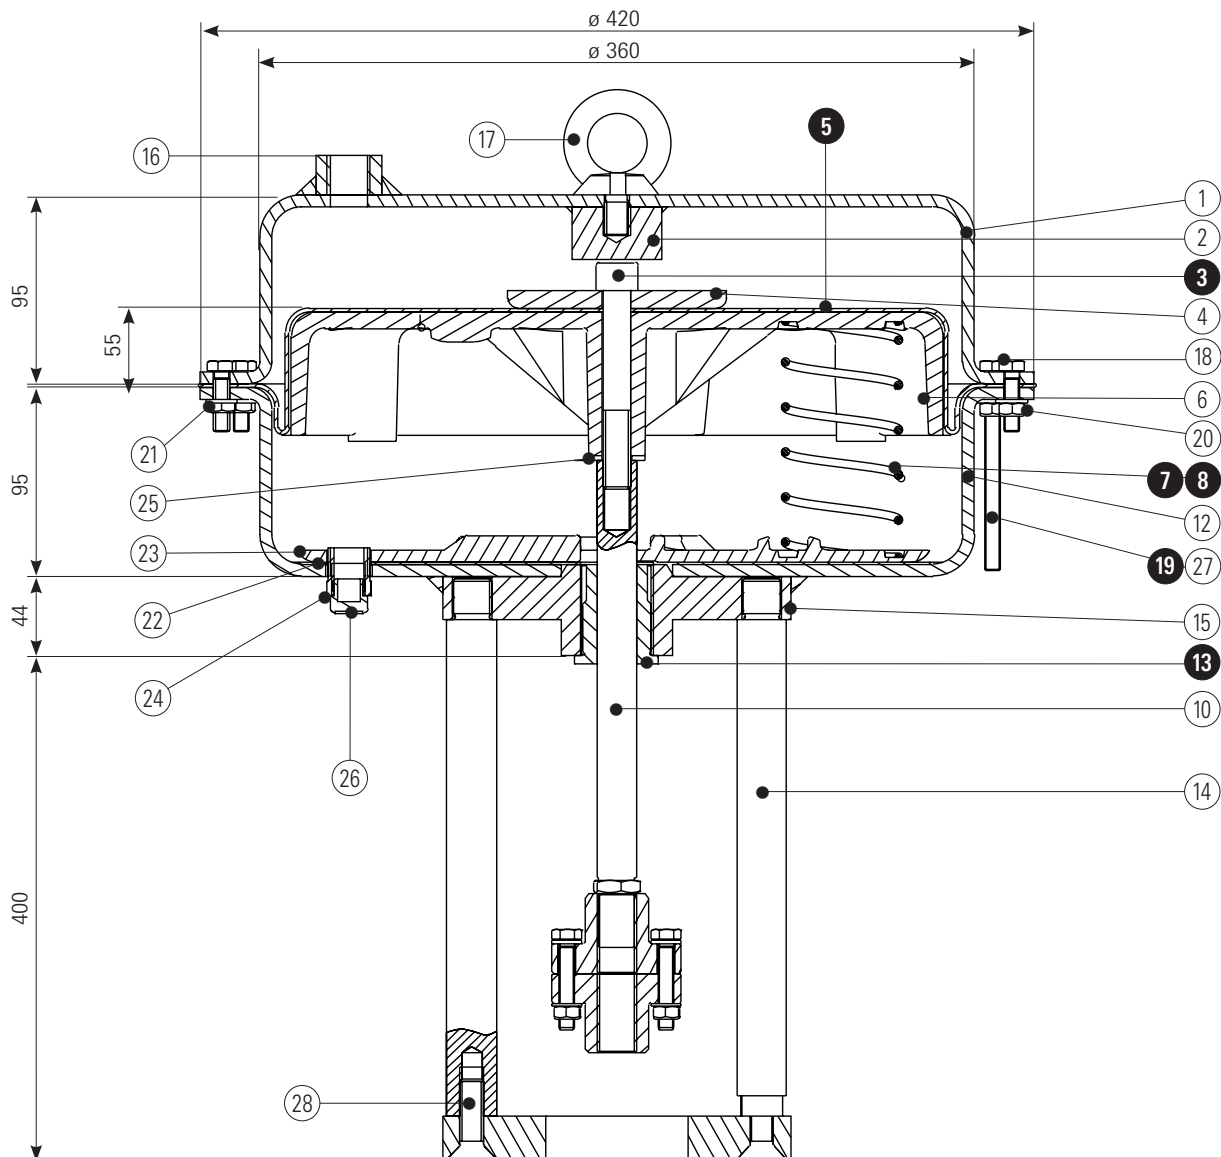

Рис. 6
Разборка Привода/Пароохладителя (см. Рис. 6 & 7)
3. Немного приоткройте подачу на привод с целью приподнять поршень пароохладителя над седлом. Разберите верхнюю и нижнюю муфты (27) (см. Рис. 6 & 7), собранные на винтах. Перекройте подачу воздуха на корпус мембраны.